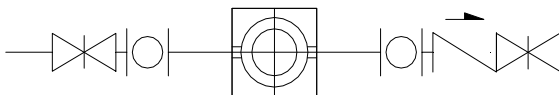

图 4-31 进出水管
调用进出水管命令, 可以绘制水泵的进出水管, 并自动确定标高且绘制相关阀门。如图 4-31 所示为进出水管命令的操作结果。进出水管命令的执行方式有:
下面以如图 4-31 所示的进水管结果为例，介绍调用进水管命令的方法。
⑤ 根据命令行的提示，点取管线终点即可完成进水管的绘制，结果如图 4-31 所示。